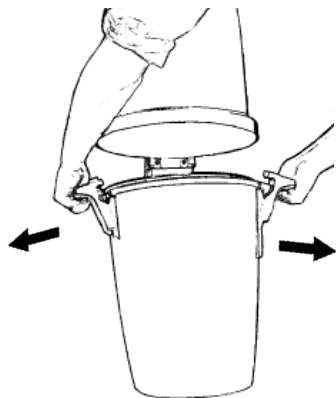

Fig. 22
1. Løsn de to håndtag, der klemmer på støvbeholderen. Håndtagene løsnes let ved at løfte dem så langt op, de kan. Frigør beholderen ved at trække håndtagene udad og væk fra beholderen, se fig. 22.